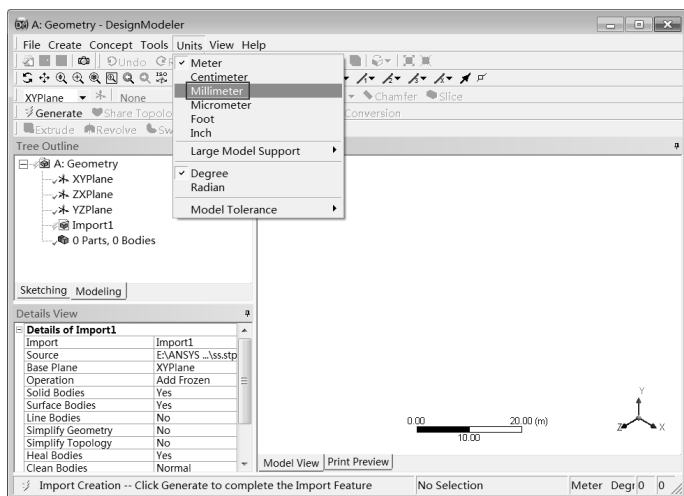

图 17-43 启动 DesignModeler
Step3：双击项目 A 中的 A2 栏，此时会启动如图 17-43 所示的 DesignModeler 平台，设置单位为 mm，关闭“单位设置”对话框。